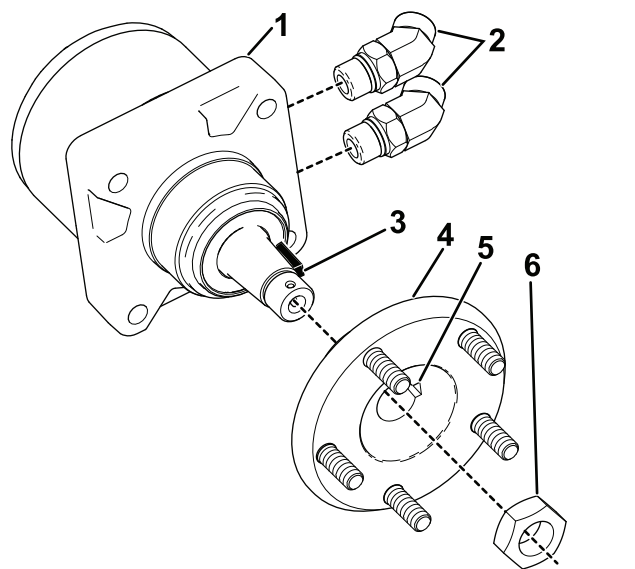

Figure 2
- Glissez un moyeu (fourni dans le kit) sur chacun des moteurs en alignant la clavette demi-lune du moteur sur la fente dans le moyeu (Figure 2).
- Montez deux raccords hydrauliques à 45° dans chaque moteur (Figure 2). Dirigez les raccords directement vers l'arrière.